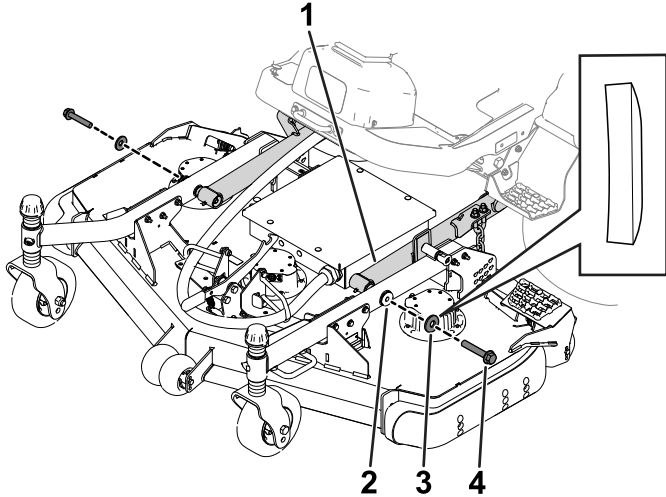

Figura 3
- Utilice 2 pernos de cabeza hexagonal y 2 arandelas para fijar los brazos de las ruedas giratorias a los brazos de elevación (Figura 3).
Asegúrese de colocar las arandelas con el lado curvo junto a la cabeza del perno (Figura 3).